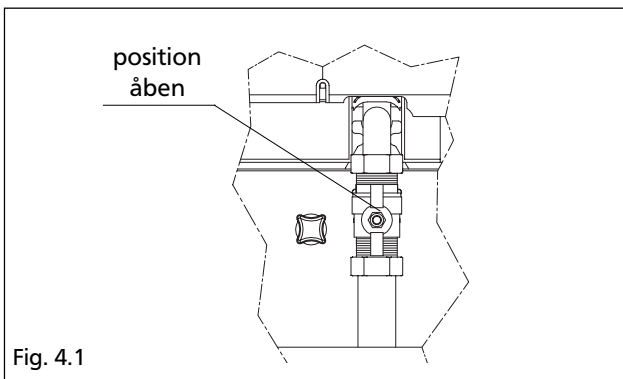

Fig. 4.1
- åben for gashanen (fig. 4.1)